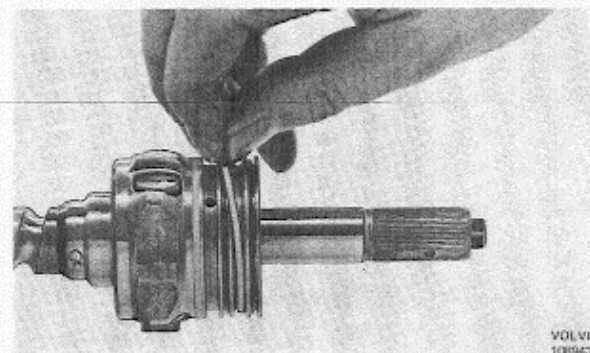

Abb. 108 Einbau von O-Ringen und Dichtringen auf dem Schneckenkopf
3. Je einen O-Ring (64, 66 u. 68) in die drei Nuten des Schneckenkopfes legen. Vorsichtig die drei Dichtringe (63, 65 u. 67) über den O-Ringen aufziehen (mit der inneren Ringnut anfangen), vgl. Abb. 108.
4. O-Ring (44) in die Radialnut des Zwischen-